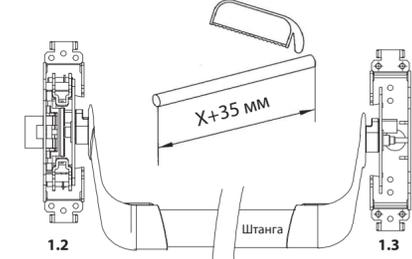

Рис.9
Открутите четыре винта крепления декоративного чехла и снимите его. Рычаг крепления штанги должен находиться в нижнем положении. Просверлите отверстия под механизмы крепления согласно сделанной разметке. Закрепите механизмы крепления 1.2 и 1.3 на дверном полотне. Измерьте расстояние между рычагами (X) (Рис.9), прибавьте к длине X + 35 мм (заход в рычаги), отметьте это расстояние на штанге и отрежьте штангу.